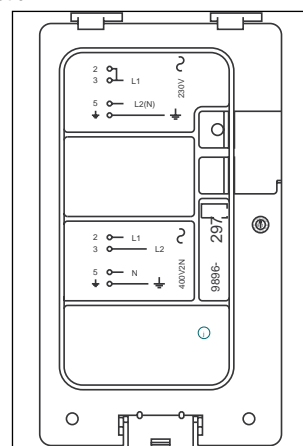

Fig. 4
- ⇒ Tournez la clé dans le sens des aiguilles d'une montre jusqu'à ce que la ligne apparaisse de l'autre côté de la clé (**fig.4**).
- Se référer au schéma gravé sur la trappe fig.4 pour mettre en place la ou les barrette(s) de jonction.
- Raccordez les fils du câble conformément au schéma de la trappe fig. 4 en fonction de votre alimentation.